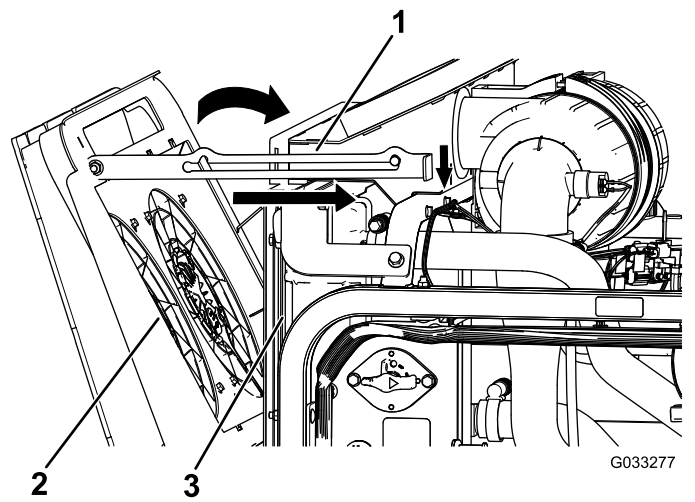

Bild 108
4. Drehen Sie die Kühlventilatoren des Motors nach vorne und arretieren Sie die Stützstange in der Kerbe (Bild 108).